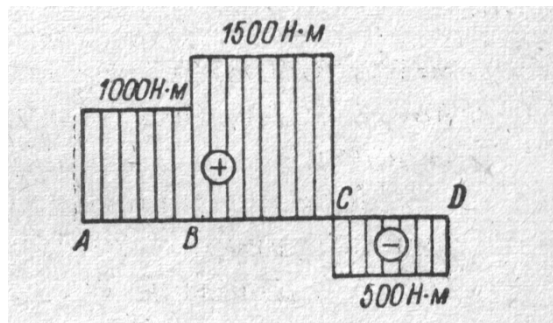

Рис. 9.
3. На рис. 9 показана эпюра крутящих моментов. Чему равна максимальная величина крутящего момента, по которому нужно рассчитывать вал на прочность?
4. На эпюре крутящих моментов (рис. 9) отмечены точки А, В, С, D, соответствующие сечениям вала, где установлены шкивы. Укажите, какая точка соответствует сечению, где установлен ведущий шкив и чему равен вращающий момент на этом шкиве?